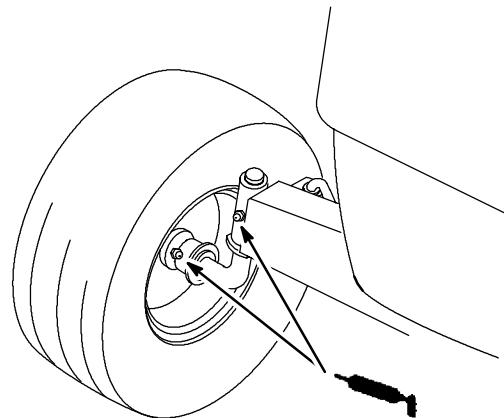

Figure 13
1. Graisser les roues avant et les fusées de direction jusqu'à ce que la graisse commence à suinter hors des roulements (Fig. 13).